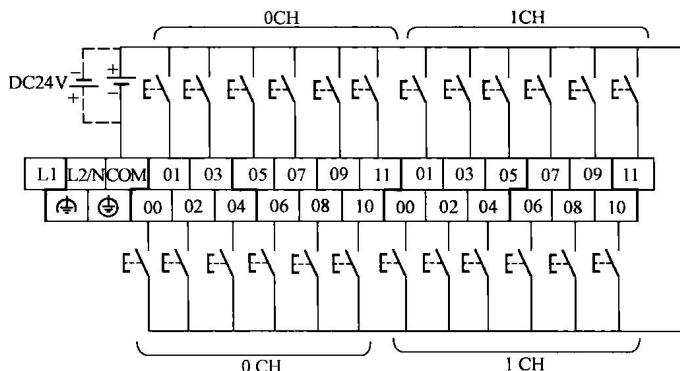

图 1-13 X/XA 型的输入端接线
(3) X/XA 型的输入接线。X/XA 型的输入电路为 24 点/1 公共。COM 端子的电线应使用有充足电流容量的电线。X/XA 型的输入端接线如图 1-13 所示。